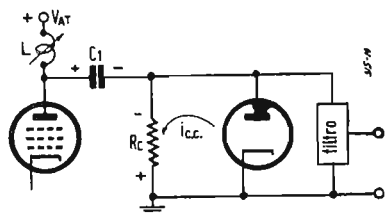
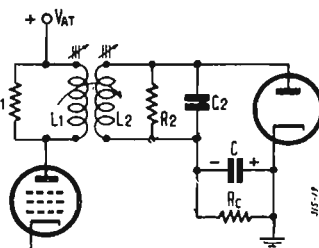
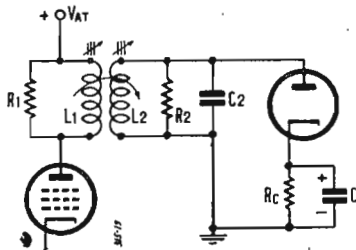

Fig. 15. - Circuito fondamentale di rivelatore con catodo a massa accoppiato capacitivamente.
Fig. 17. - Rivelatore a diodo con catodo a massa, ad accoppiamento a trasformatore.
Fig. 18. - Rivelatore a diodo non a massa, ad accoppiamento a trasformatore.
È questo il 2° caso prospettato più sopra (1). L'opportunità di questa disposizione scaturisce dall'uso nei radiorecettori e nei televisori, quale secondo rivelatore, di un tubo a più elettrodi contenente due diodi e una sezione triodo o pentodo aventi il catodo in comune; è allora necessario collegare il catodo a massa per evitare interazioni fra i diodi e la sezione amplificatrice. Il circuito fondamentale di un rivelatore con catodo a massa accoppiato capacitivamente all'anodo dello stadio amplificatore a FI precedente è indicato in fig. 15, dove il condensatore C_1 di accoppiamento (oltre ad evitare il passaggio della tensione continua di placca dello stadio amplificatore a FI sul dio-
video frequenza. La scelta del valore di C_1 dipende dalla capacità placca-catodo del diodo impiegato; infatti C_1 si trova in serie con tale capacità interelettrodica, perciò costituisce con essa un divisore di tensione che abbassa l'intensità del segnale applicato al diodo; affinché tale diminuzione sia accettabile conviene che C_1 abbia un valore di almeno 10 volte la suddetta capacità catodo-placca. Siamo ora in presenza di un condensatore che si carica attraverso una resistenza in parallelo al diodo anziché in parallelo al condensatore come nel 1° caso esaminato. Si è però già asserito che la tensione continua k è la stessa nei due casi, cioè ai capi di R_c (ossia del diodo) di fig. 15 si localizza la stessa tensione rivelata che si ha ai capi di R_c in fig. 1, poichè sono valide anche per la fig. 15 l'equazione [5] e la fig. 10.
Essendo il segnale combinato alla placca del diodo tutto agganciato al di sotto della linea di livello zero volt, il circuito prende il nome di « agganciato » (clamping circuit). Il filtro segnato in fig. 15 ha lo scopo di trasmettere agli stadi successivi di amplificazione video solo le componenti a video frequenza e di eliminare le componenti a FI. Un semplice filtro a resistenza e capacità tra loro in serie, derivato sul diodo non è in generale sufficiente perchè il rapporto fra la FI e la frequenza video massima è dell'ordine di $4 \div 5$, cioè la separazione delle due frequenze relativamente vicine richiede filtri abbastanza complessi.
Il diodo rivelatore accoppiato trasformativamente, per mezzo di un doppio circuito sintonizzato, allo stadio FI è quello generalmente usato nei ricevitori a modulazione di ampiezza e risponde allo schema di principio di fig. 17 in
cui non esiste il filtro di uscita necessario in fig. 15. La resistenza di carico R_c del diodo non carica il secondario del trasformatore e quindi non funziona da resistenza di smorzamento. Con questa disposizione viene pure eliminato il condensatore di accoppiamento, perciò non ci si deve più preoccupare della sua carica sulla resistenza R_c . Notare che il circuito primario di fig. 17 si sintonizza sulla capacità propria, che perciò non è rappresentata. Coll'accoppiamento a trasformatore è pure possibile realizzare il circuito rivelatore a diodo non a massa di fig. 18, per il quale valgono le considerazioni fatte per il diodo con cado a massa.
Di tale resistenza equivalente di smorzamento si deve tener conto nel calcolo del circuito di accoppiamento a FI. Per questa analisi si fa riferimento al circuito di fig. 18 al quale si applica la tensione $v_1 = \cos \alpha$ sinoidale di ampiezza 1 volt di fig. 8 dove il tempo è computato in angoli α . Il generatore FI fornisce l'energia E al rivelatore solamente durante il tempo di conduzione del diodo; detta i la corrente del diodo si ha:
Si noti che per il circuito fig. 15 del diodo con catodo